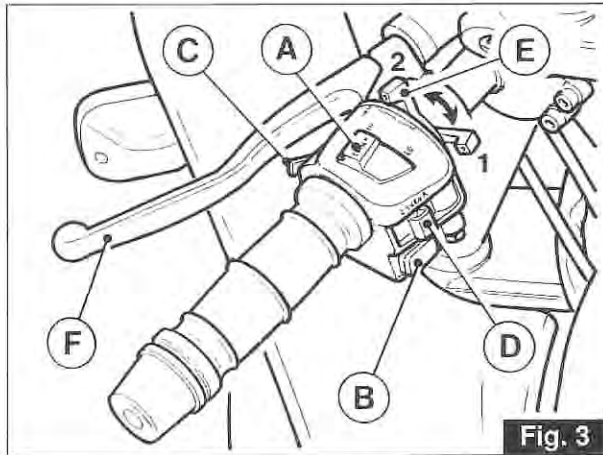

Fig. 3
**Interruttore «A»** (fig. 3)
Con l'interruttore «A» di fig. 3 in posizione «H».
### 3.3 PULSANTE PER AVVISATORE ACUSTICO, PASSING E INTERRUPTORE COMANDO LAMPEGGIATORI (fig. 3)
### 3.4 LEVA COMANDO «CHOKE» («E» di fig. 3)
### 3.5 LEVA COMANDO FRIZIONE («F» di fig. 3)
- se il motore è freddo portare la levetta «E» «CHOKE» in posizione di avviamento «1» vedi fig. 3.
### 3.2 LIGHT SWITCHES (figs. 3 and 4)
**Switch «A»** (fig. 3)
With switch «A» of fig. 3 in position «H».
### 3.3 HORN BUTTON, HEADLAMP FLASHER AND DIRECTION INDICATORS (fig. 3)
### 3.4 «CHOKE» CONTROL («E» in fig. 3)
### 3.5 CLUTCH LEVER («F» in fig. 3)
- if the engine is cold, put the «CHOKE» control «E» in the starting position «1» (see fig. 3).